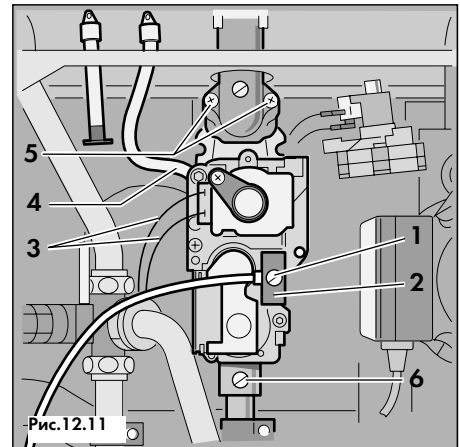

Рис.12.11
- Выкрутить фиксирующий винт (1, рис. 12.11) и отсоединить штекер (2, рис. 12.11) от оператора газовой арматуры;
- Отсоединить штекеры от выводов (3, рис. 12.11) модуляционного электромагнита;
- Снять импульсную трубку (4, рис. 12.11) со штуцера на операторе газовой арматуры;
- Выкрутить 2 винта (5, рис. 12.11);
- Выкрутить винт (6, рис. 12.11);